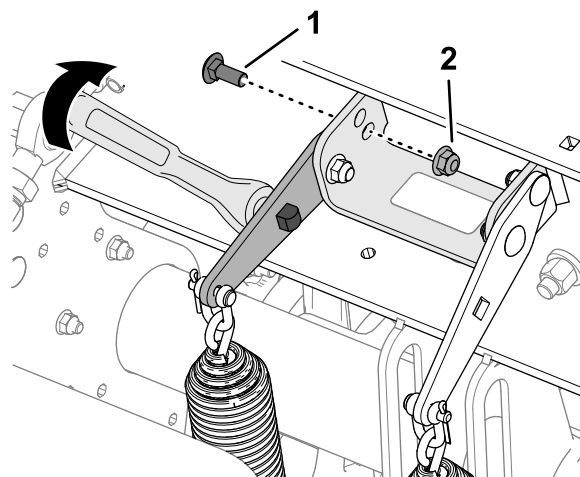

图 110
4. 将一个 13mm 的驱动棘轮或呆套筒扳手插入弹簧张力板上的方孔图 110。